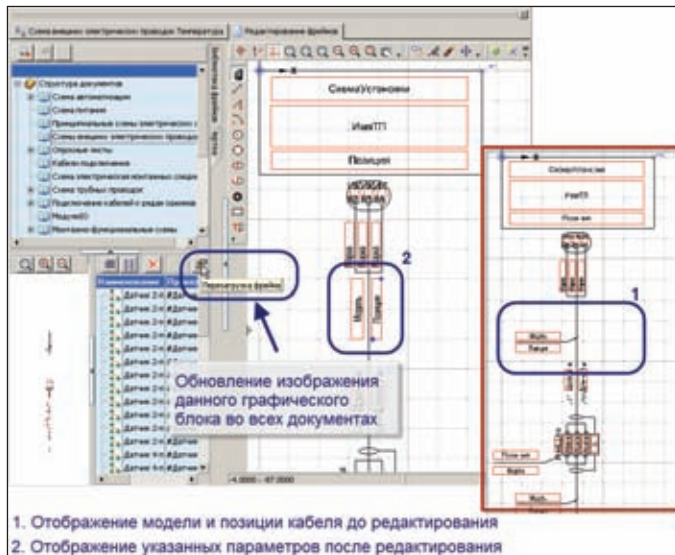

Рис. 10. Редактирование фрейма
- сохранить фрейм и выполнить его перезагрузку во всех документах, где он встречается, нажав кнопку *Перезагрузка фрейма* (рис. 10).